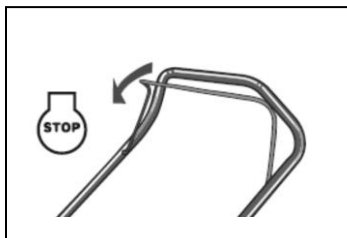

Fig. 13
1. Relâchez le levier de frein pour arrêter le moteur et la pale. (Fig.13)